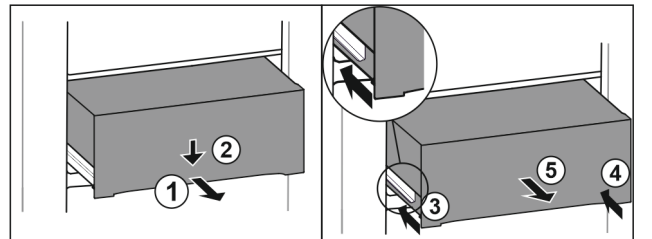

Fig. 196
- ▶ 将抽屉拉出一半。 Fig. 196 (1)
- ▶ 朝下按压正面的抽屉。 Fig. 196 (2)
- ▶ 将左侧轨道推入大约 2 cm。 Fig. 196 (3)
- ▶ 将右侧轨道推入大约 2 cm。 Fig. 196 (4)
- ▶ 朝前取出抽屉。 Fig. 196 (5)